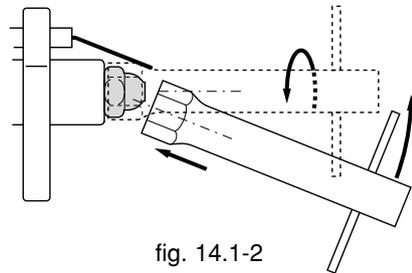

fig. 14.1-2
- verificare la pulizia della ventola (e relativa sede), della testa di combustione; pulire ed asportare le impurità da tutte le superfici aiutandosi con un pennello ed un aspirapolvere e, se necessario, sostituire l'ugello del gasolio. Per la sostituzione dell'ugello, utilizzare una chiave appropriata facendo attenzione a non rovinare gli elettrodi (fig. 14.1-2).